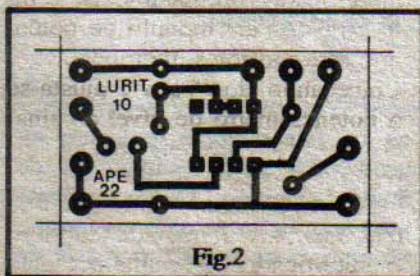

Fig.2
- FIG. 2 - Lay-out - do Circuito Impresso específico para a montagem. Justificando novamente a classificação como MINI-MONTAGEM, a plaquinha é muito pequena, num padrão cobreado simples (ao alcance mesmo de quem vai “tentar sua primeira placa”...). Ao Leitor/Hobbysta mais “preguiçoso”, ou “pouco confiante”, resta a prática possibilidade de adquirir a LURIT-10 na forma de KIT completo (ver Anúncio em outra parte da presente APE) que inclui a placa pronta, furada, protegida por verniz e convenientemente demarcada no lado não cobreado com o posicionamento dos componentes, em silk-screen.